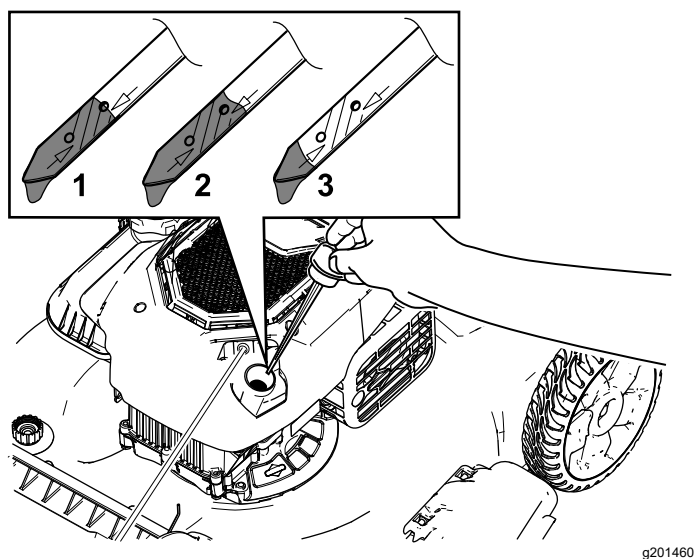

Рисунок 22
3. Извлеките масломерный щуп, повернув крышку против часовой стрелки и вытянув его (Рисунок 22).
10. Определите уровень масла по отметкам на щупе (Рисунок 22).